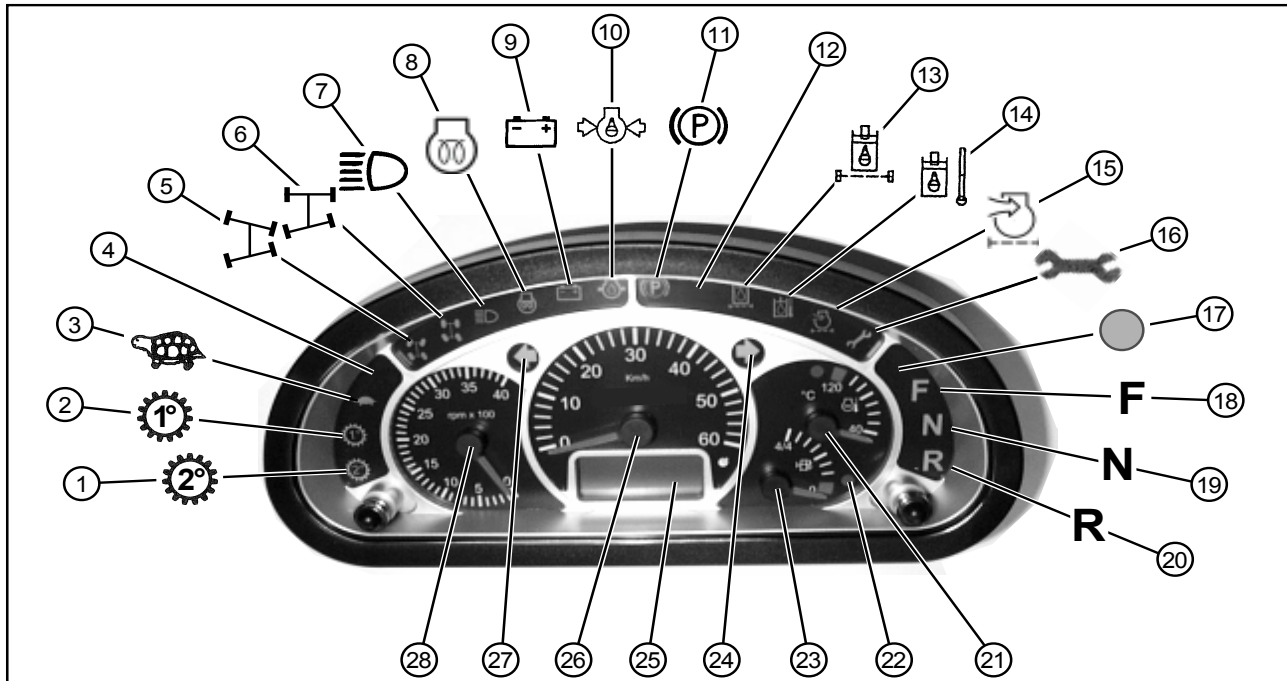

Figure 4-14
- 9 - Tableau de multifonctions (voir Chapitre 4.4.1, Figure 4-14)
- 4 - Interrupteur à bascule pour gyrophare (IO)